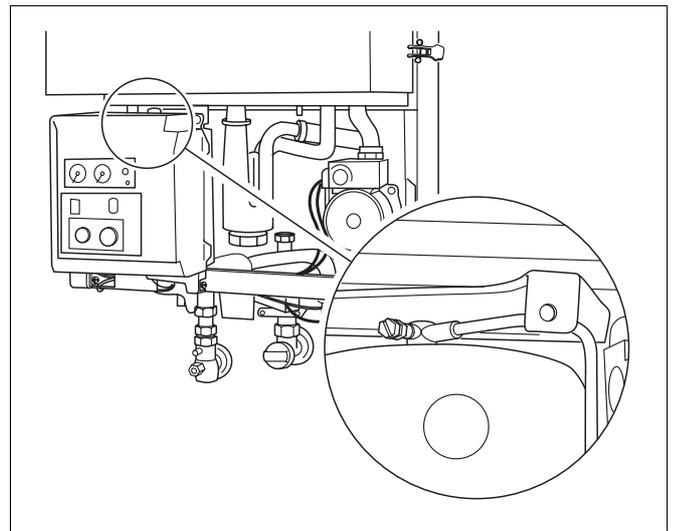

Abb. 17 Warmwasserwärmetauscher entlüften
- Warmwasserwärmetauscher (Abb. 17) heizkreisseitig über die Entlüftungsschraube entlüften.